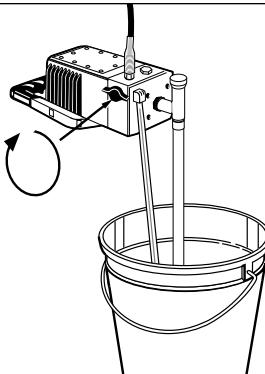

Figura 9 - Como girar o controle Prime/Spray
- Gire o controle Prime/Spray para a posição Spray (veja a Figura 9). Verifique se há vazamento de líquido. Caso haja, consulte a seção de Localização de Problemas.